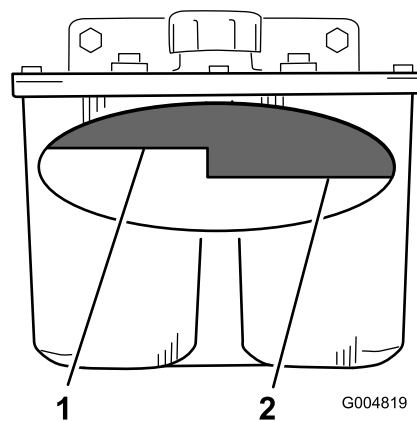

Bild 61
2. Reinigen Sie den Bereich um den Einfüllstutzen des Hydraulikbehälters (Bild 61).
3. Drehen Sie den Deckel vom Einfüllstutzen ab. Schauen Sie in den Stutzen um sicherzustellen, dass Öl im Behälter ist (Bild 61).
Hinweis: Der Füllstand sollte bei heißem Öl die Oberkante der heißen Einfüllmarkierung der Zwischenplatte erreichen (Bild 61).